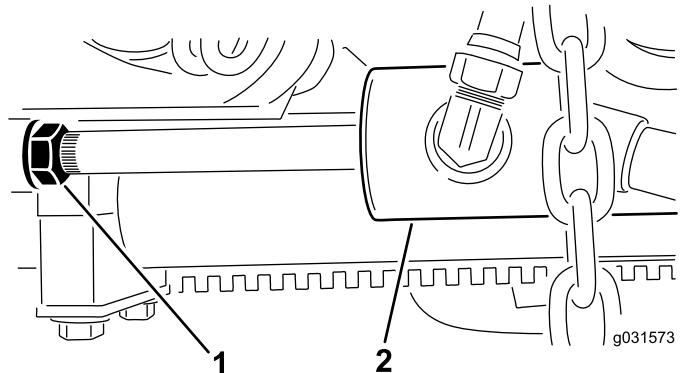

Figura 15
B. Solte a porca de bloqueio no cilindro (Figura 15).